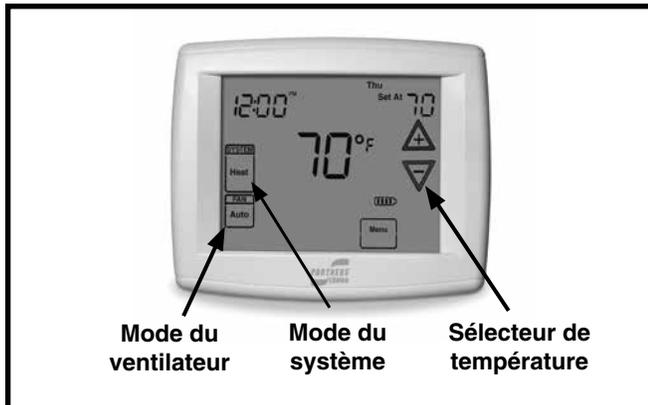

Figure 1. Thermostat numérique
1. Réglez le thermostat sur le mode COOL ou AUTO et le ventilateur sur le mode AUTO. Voyez la Figure 1 \(page 4\).
1. Réglez le thermostat sur le mode HEAT ou AUTO et le ventilateur sur le mode AUTO. Voyez la Figure 1.
Réglez le mode du ventilateur du thermostat sur ON (Figure 1). Le ventilateur intérieur démarrera immédiatement et continuera de fonctionner jusqu'à ce qu'il soit réglé sur AUTO.
Réglez le thermostat sur le mode OFF et le ventilateur sur le mode AUTO. Voyez la Figure 1. **REMARQUE :** Le système ne fonctionnera pas, peu importe les réglages du sélecteur de température.